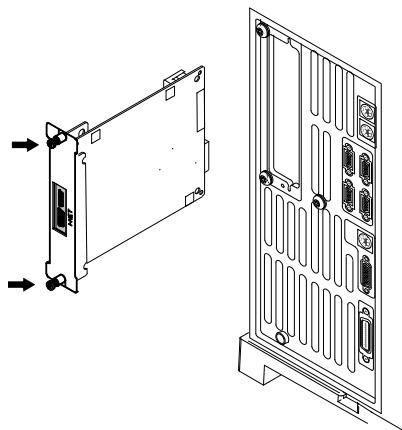

Figura 35 Rimozione della scheda LAN
- 8 Se è installata una scheda MIO (scheda LAN), allentare le due viti di montaggio ed estrarre la scheda dal GC (Figura 35).